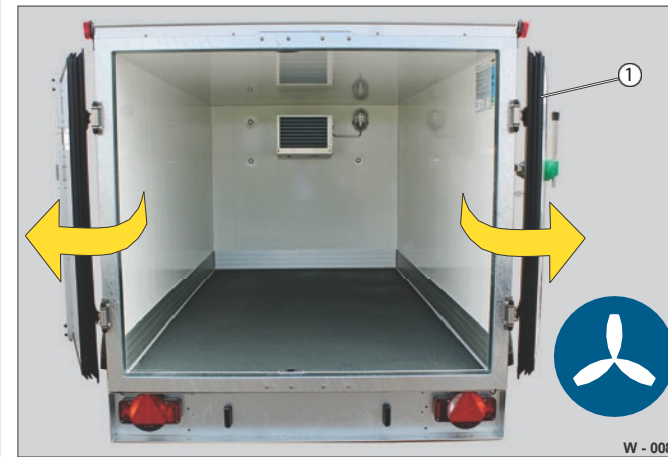

Fig. 23 Ventilasjon av kjøleboksen
- Åpne og sikre portdørene (fig. 23/1).